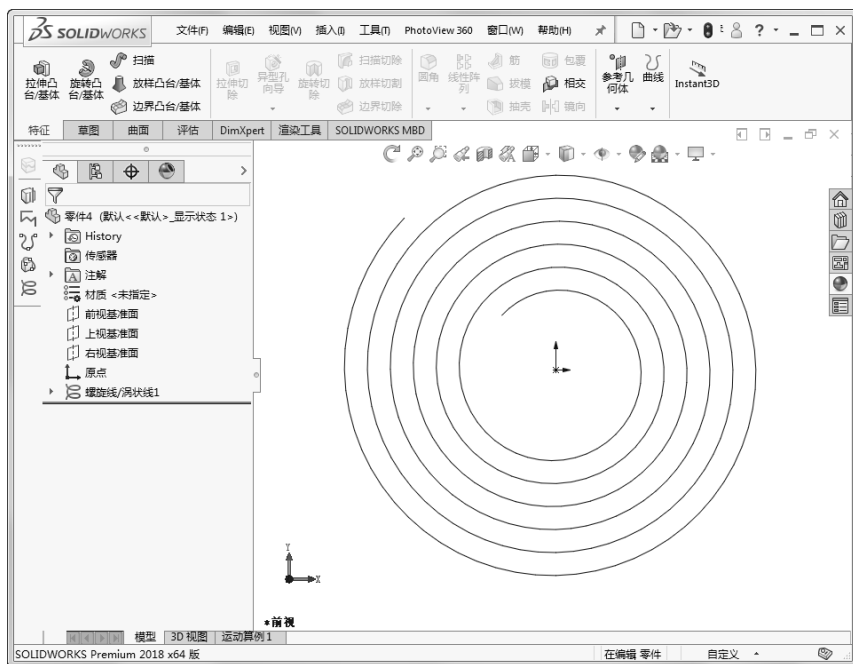

图 3-25 生成的涡状线及其 FeatureManager 设计树
5) 单击✓(确定)按钮,生成的涡状线及其 FeatureManager 设计树如图 3-25 所示。